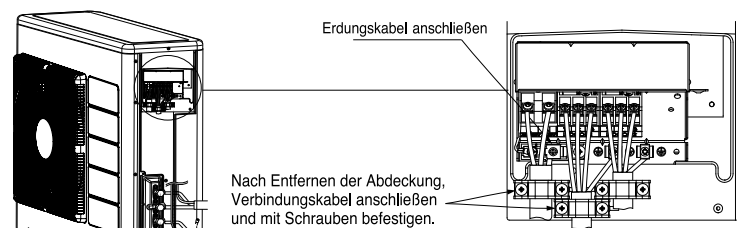

Abb. 1-3
- (2) Schließen Sie das Verbindungskabel und das Netzkabel an die Klemmenleiste an (Abb. 1-3).
- (3) Befestigen Sie die Verbindungskabel und das Netzkabel richtig mit einem Stahlband (Abb. 1-3).